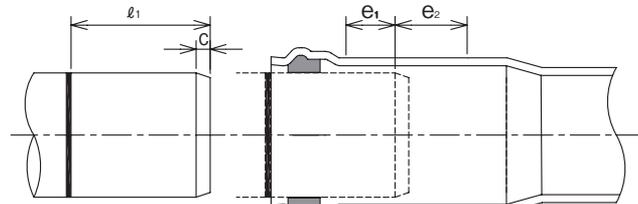

図3 標線位置, 面取り幅, 伸縮代
- (1) HT伸縮ソケットのゴム輪が溝からはずれていない事を確認してください。
- (2) 挿入する管の端部を面取りしてください(面取り幅は下表を参照してください)。
- (3) 管に標線を記入してください(管端部からの標線位置は下表および図3を参照してください)。記入後、図1のように標線部分に吊バンド、または床バンドを取り付けて挿入すると便利です(バンドが当たるまで挿入します)。
- (4) ゴム輪の表面および管の先端に専用滑剤「Vスプレー」を塗布します。
- (5) HT伸縮ソケットへ管を挿入し、標線がHT伸縮ソケットの受口端面まで入ったところで止めます(挿入困難な場合は挿入機をご使用ください)。
- (6) HT伸縮ソケットを支持金具(立てバンド等)で支持・固定します。